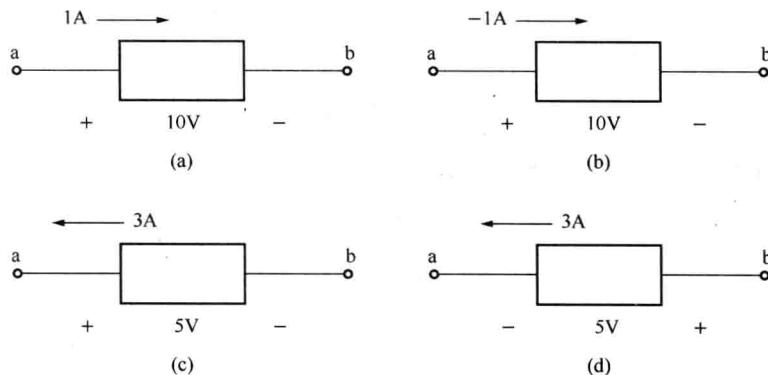

图 1-6 例 1-1 图
**例 1-1** 用方框代表某一电路元件，其电压、电流如图 1-6 所示。求图中各元件功率，并说明该元件实际上是吸收功率还是释放功率？